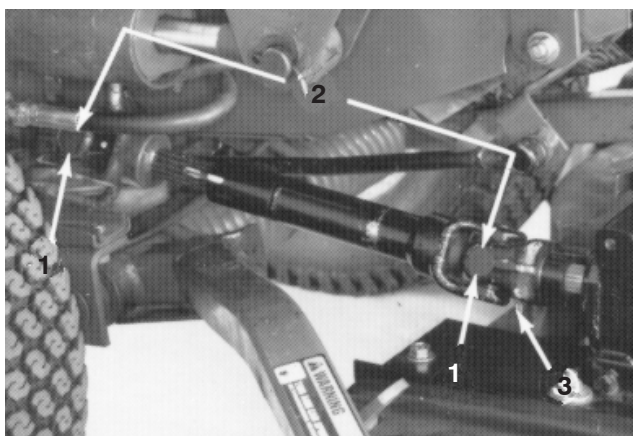

Bild 7
1. Richten Sie die Löcher im Joch und in der Eingangswelle des Getriebes aus. Schieben Sie das Joch auf die Welle und befestigen Sie beide Teile mit einem Rollstift und zwei Kopfschrauben (5/16 x 1-3/4 Zoll) und Sicherungsmuttern (51/6 Zoll) (Bild 7).